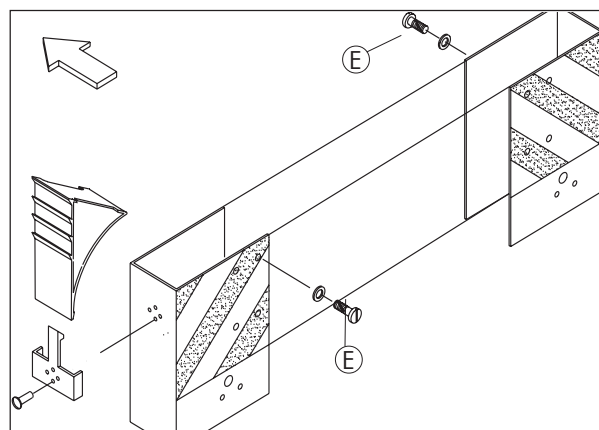

Bild 2-8
Jede Tafel wird mit 8 Schrauben (E) am Fahrgestellrahmen in der breitesten Stellung befestigt (Bild 2-8). Verwenden Sie hierfür den Inhalt des Beutels F.